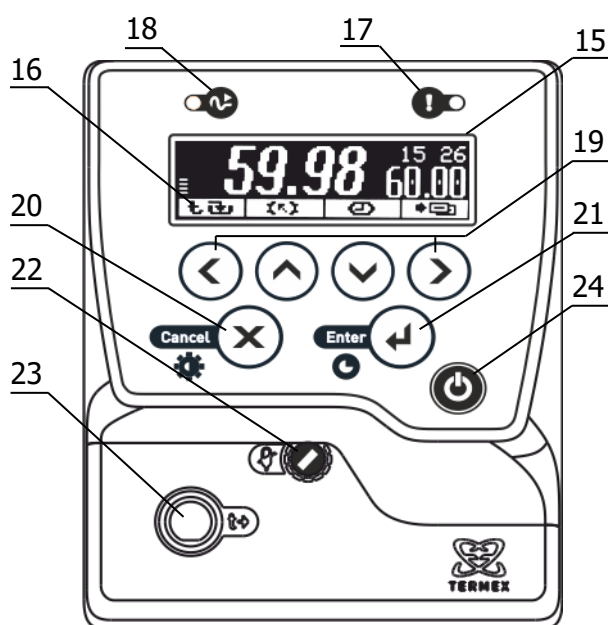

Рисунок 2 – Лицевая панель
1.4.4 Система безопасности блоков регулирования отключает двигатель насоса и нагреватель при срабатывании хотя бы одной из защит или неисправности датчика температуры (1.2.13). При срабатывании системы безопасности раздается звуковой сигнал, загорается индикатор 17 (рисунок 2) и на дисплей 15 выводится информация о причине неисправности.
2.3.1 После подключения сетевого кабеля к электрической сети блок регулирования переходит в режим ожидания. Подключение сопровождается кратковременной подсветкой дисплея 15 (рисунок 2).
2.3.6 Для регулировки яркости подсветки или контраста дисплея нажать кнопку 20 (X), выбрать изменяемый параметр кнопками (▲) и (▼) и установить его значение кнопками (◀) и (▶). Зафиксировать изменение нажатием кнопки 21 (↔) (рисунок 2).
2.7.7 Для выбора уставки в качестве текущей кнопками (▲) и (▼) подвести к ней указатель. Значение отмеченной указателем уставки дублируется крупными цифрами в правой части дисплея. Для подтверждения выбора отмеченной уставки нажать кнопку 21 (◀). Для отмены выбора нажать кнопку 20 (✕) (рисунок 2).
2.7.8 Для изменения численного значения отмеченной указателем уставки нажать кнопку (▶). На рамке, обрамляющей значение уставки в правой части дисплея, появятся «засечки», указывающие на изменяемую позицию в численном значении. Цифра в отмеченной позиции мигает. Нажатиями кнопок (▲) и (▼) установить требуемую цифру в отмеченной позиции. Если удерживать кнопку нажатой, значение уставки будет изменяться непрерывно. Нажатиями кнопок (◀) и (▶) переместить отметку изменяемой позиции. Дискретность изменения значения уставки зависит от положения изменяемой позиции: если отмечена позиция десятков, то при единичном нажатии кнопки (▲) или (▼) значение уставки изменится на 10 °С. Если отмечена позиция десятых долей, то значение уставки изменится на 0.1 °С соответственно. Закончить ввод нового значения уставки нажатием кнопки 21 (◀). Для возврата к значению уставки до ее изменения нажать кнопку 20 (✕) (рисунок 2).
2.8.4 При срабатывании защиты раздается звуковой сигнал и загорается красный индикатор срабатывания системы безопасности 17 (рисунок 2). Работа насоса и нагревателя будет блокирована. На дисплее отобразится текущее состояние системы защит.